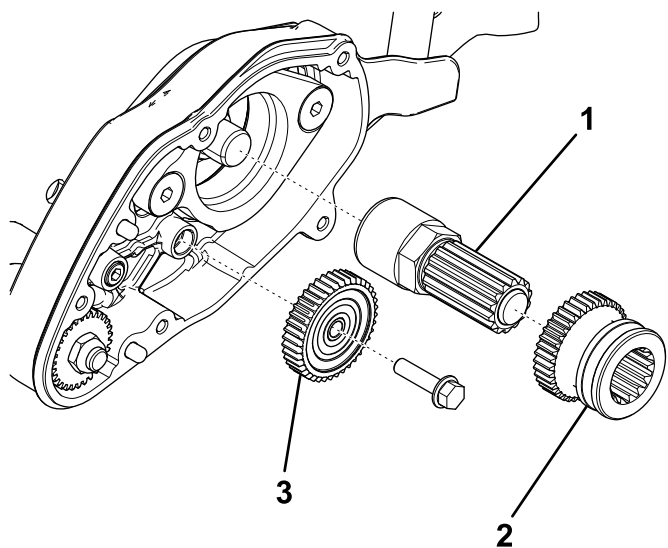

图2
4. 拆下 40 齿惰轮 图2。
5. 从滚刀轴延长件上拆下驱动齿轮和轴总成 图2。